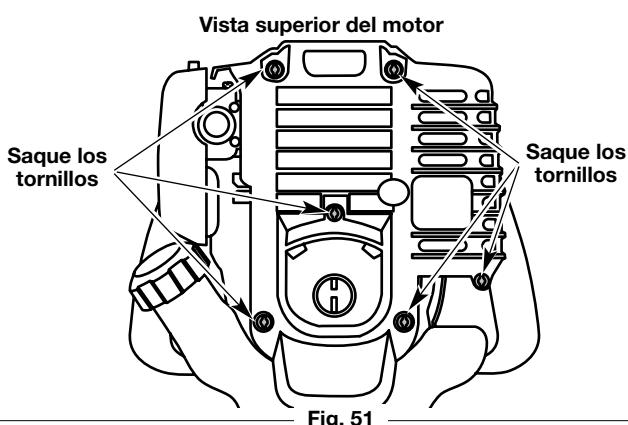

Fig. 51
1. Quite los dos (6) Tornillos de encima de la tapa del motor con un destornillador de pala o Torx #25 (Fig. 51).
4. Saque la cubierta del motor (Fig. 51).
- Apague el motor y espere que se enfrie. Retire los seis (6) tornillos de la parte posterior de la tapa del motor con destornillador de cabeza plana o Torx No. T-25 (Fig. 51).